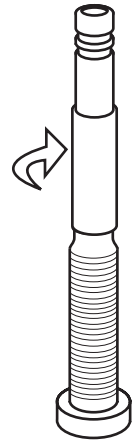

Abb. 47. Die Verlängerung im Uhrzeigersinn auf das Ventil aufschrauben.
3. Schrauben Sie die Ventilverlängerung durch kräftiges Drehen im Uhrzeigersinn mit den Fingern auf das Ventil auf. Hinweis: Nicht zu fest anziehen, da sonst die Ventilverlängerung beschädigt werden kann (Abb. 47).